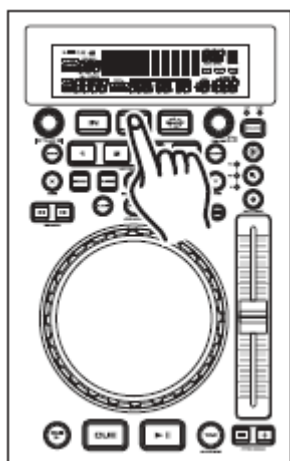

Figura 24
Il ciclo creato sarà eseguito fino a quando si terrà premuto il pulsante *OUT* (22) (Figura 24).
6) Il 'cue point' o il ciclo a questo punto possono essere richiamati in qualunque momento anche quando l'apparecchiatura è in modalità *PAUSE*. Per richiamarli, premere il corrispondente pulsante *BANK* (19).